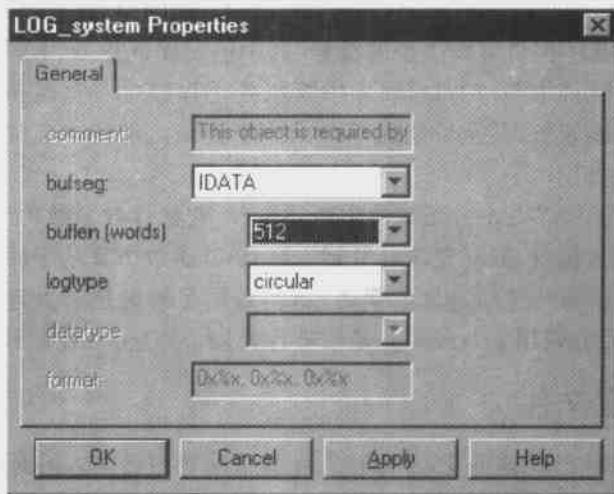

图 7.20 LOG\_system 对象的属性
- (4) 右击称为 LOG\_system 的对象,从弹出的菜单中选择 Properties,将出现此对象的属性对话框,如图 7.20 所示。在程序运行时,此 LOG 保存了系统跟踪不同 DSP/BIOS 模块的事件。C 函数有一个下划线前缀,这是因为保存配置时产生了汇编语言文件。加下划线就可在汇编代码中调用 C 函数。此规则只适用于自编的 C 函数,对于调用的 DSP/BIOS API 或配置产生的对象不用加下划线前缀。因为每个对象会自动产生两个名字,其中一个有下划线,另一个没有下划线。